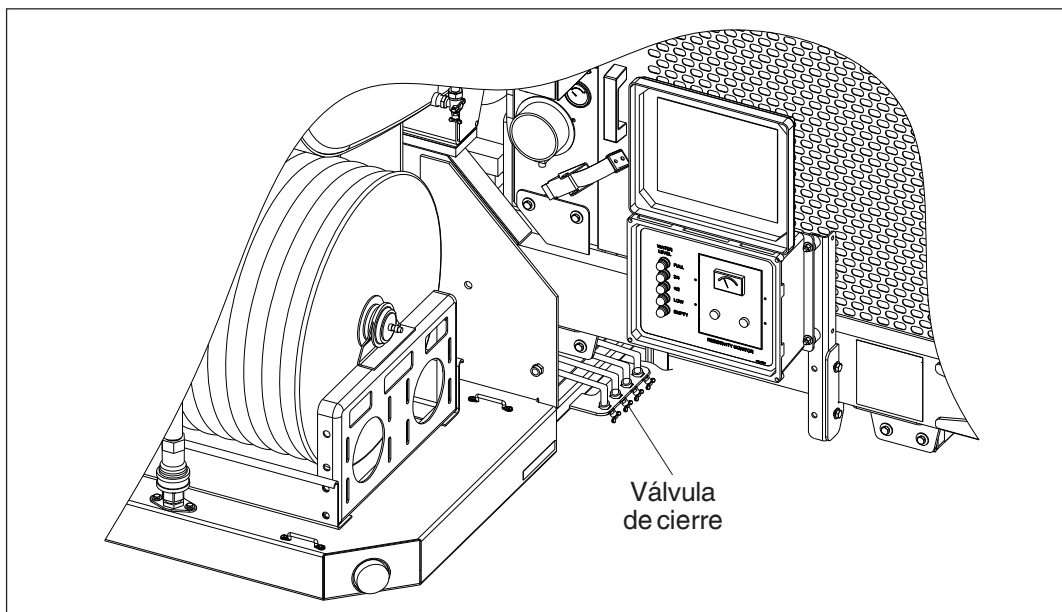

Figura 4.1 — Válvulas de cierre
1. Si el tráiler se enviase a un clima frío, la bomba de agua se podría llenar con anticongelante para prevenir que la bomba se congelara y se fracturara. Coloque un recipiente de líquido limpio bajo las cuatro válvulas de cierre en la parte inferior enfrente del travesaño frontal (Ver figura 4.1). Abra las válvulas para drenar el anticongelante. Abra las válvulas de purga en la parte baja de la bomba y en las líneas de las mangueras de los carretes. Deje la válvula de purga abierta para el cebado inicial de la bomba y llene con agua el tanque.